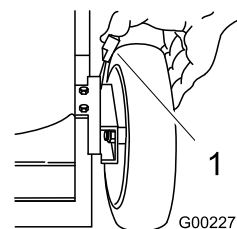

Figure 23
1. Tirez le levier de réglage de hauteur vers la roue (Figure 23) et amenez-le à la position voulue.